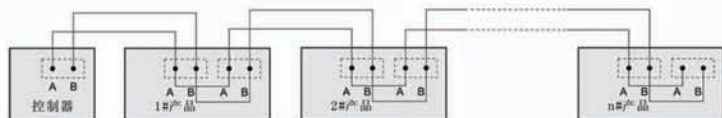

图7-1 RS-485通信线连接方式
7.2 A、B—RS-485通信接口，所有产品的A、B端与控制器的A、B端并联，A、B端不能交叉、短路（所有A端连在一起，所有B端连在一起）。产品上有二组A、B接口，其内部并联，采用二组是为了连接方便，如下图7-1所示。